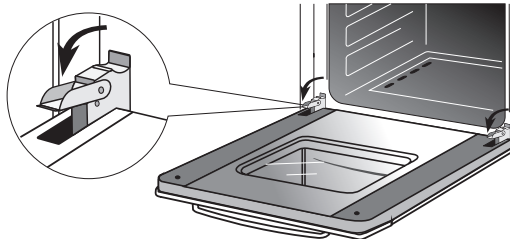

Рис.14
- поднимите и поверните до упора стопорные рычаги, расположенные на двух шарнирах (рис. 14),